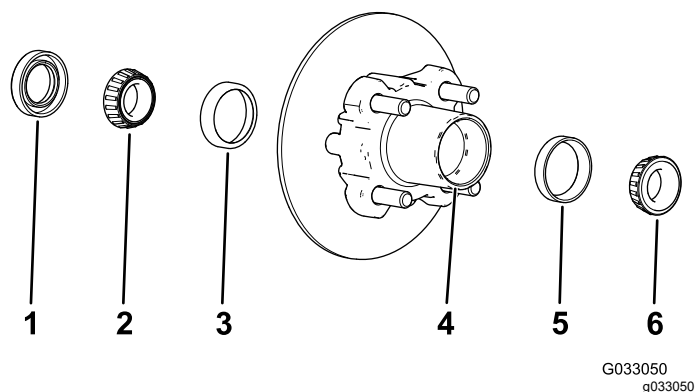

Figura 27
1. Rimuovete il cuscinetto esterno e il relativo anello dal mozzo (Figura 27).
2. Rimuovete la guarnizione e il cuscinetto interno dal mozzo (Figura 27).
5. Pulite la cavità del mozzo da tutto il grasso, la sporcizia e i detriti (Figura 27).
7. Riempite la cavità del mozzo per il 50–80% di grasso specificato (Figura 27).
8. Montate il cuscinetto interno sull'anello sul lato interno del mozzo e montate la guarnizione (Figura 27).